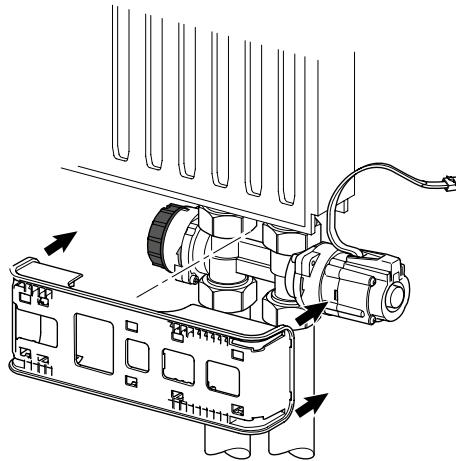

Fig. 17-5: Unterteil des Geniax Design Abdeckung L für Pumpe/Adapter H-Durchgang/H-Winkel
- Das Unterteil des Geniax Design Abdeckung L (Design Abdeckung L black) für Pumpe/Adapter H-Durchgang/H-Winkel gemäß Fig. 17-5 auf den Adapter aufstecken.